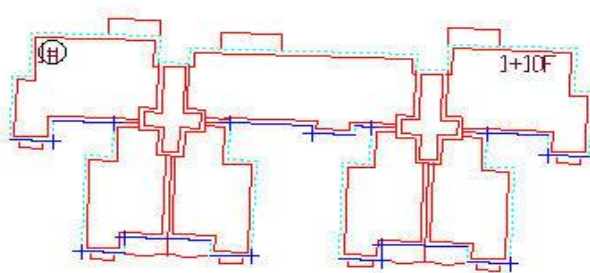

图 15-11
- 1、选择“日照建模/快速插窗”功能。根据命令行提示“选择建筑墙面”。根据分析需要选择 1 号楼南向的所有墙面；如图 15-11；